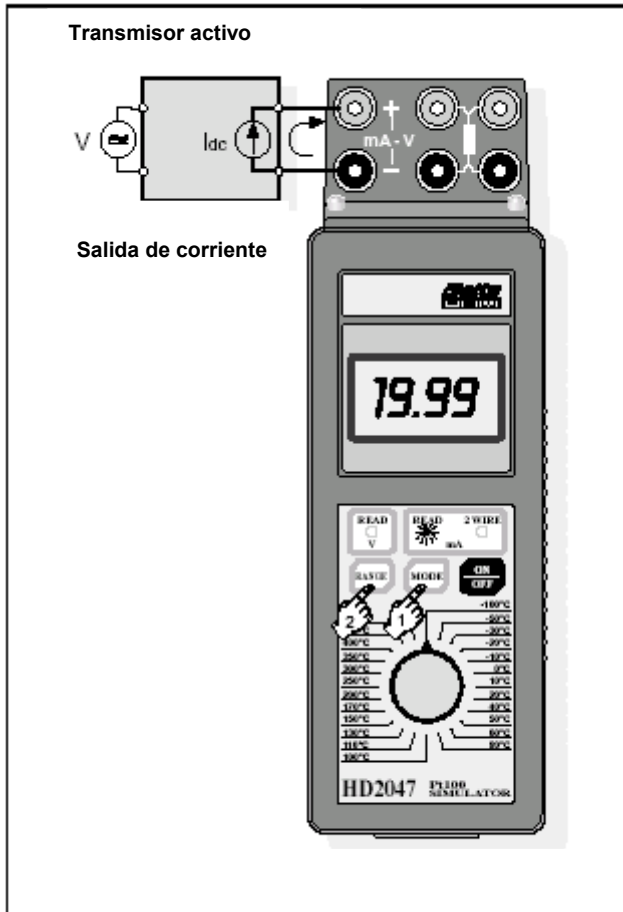

Figura 2 . Medida de corriente continua
Procedimiento (ver figura 2)
- Conectar los cables a los bornes como se indica en la figura 2, manteniendo la polaridad correcta, para que se pueda medir la corriente debe entrar por el borne +